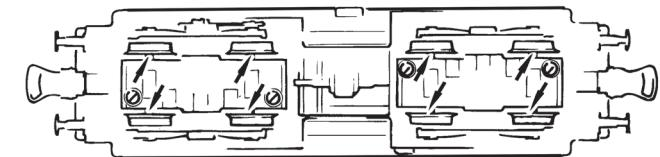

Fig. 8
3. Hafträifenwechsel: Zuerst den Getriebedekel abnehmen (Fig. 4). Danach den **Radsatz** herausnehmen und die **Hafträifen** mit einer Nadel od. mit einem feinen Schraubendreher abziehen (Fig. 8). Beim Aufziehen der neuen Hafträifen darauf achten, dass diese sich nicht drehen.